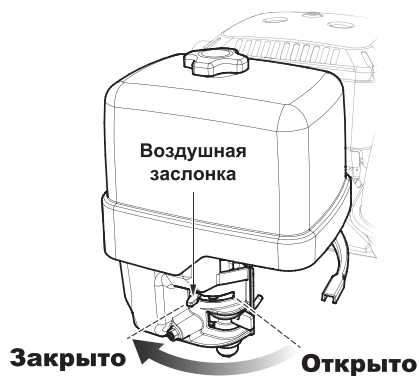

Рисунок 11
7. После запуска двигателя медленно верните воздушную заслонку в исходное положение, рычаг в ЗАКРЫТОЕ положение (рисунок 11). Если двигатель не запустился, повторите шаги с 1 по 6.